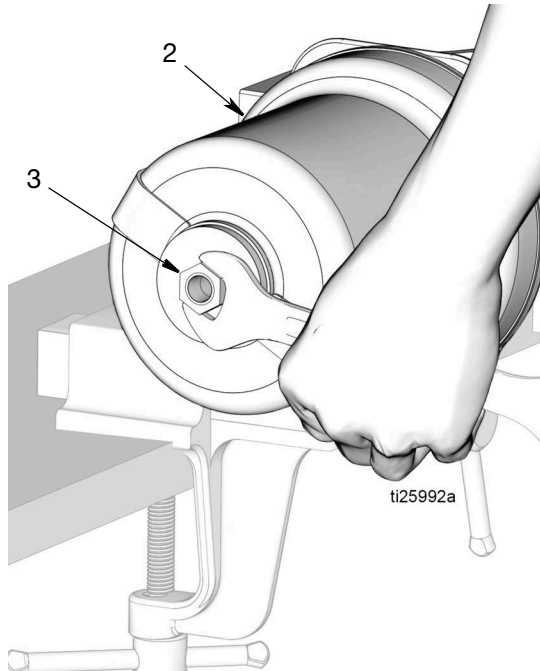

FIG. 54
- e. Enrosque la tuerca de tope del pistón (3) en la parte superior del cilindro de aire (2) como se observa en FIG. 54. Apriete la tuerca con la llave. Apriete después la tuerca a un par de 15 a 17 ft. lbs (20,3 a 23,1 N•m).